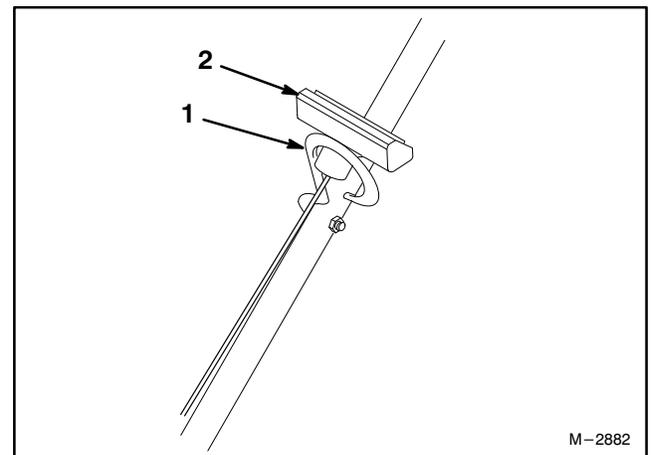

**Figura 3**
6. Fissate i cavi alle estremità inferiori delle stegole con fascette (Fig. 3). Posizionate le fascette a 25 mm (1") dalle curve delle stegole. Per il corretto posizionamento, vedere Figura 3.